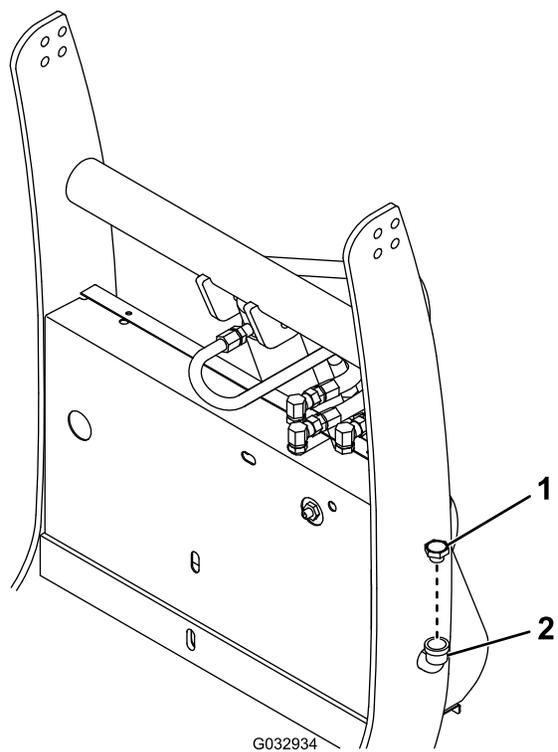

Bild 33
- Reinigen Sie den Bereich um den Fülldeckel (Bild 33).
- Nehmen Sie den Fülldeckel vom Hydraulikbehälter ab (Bild 33).